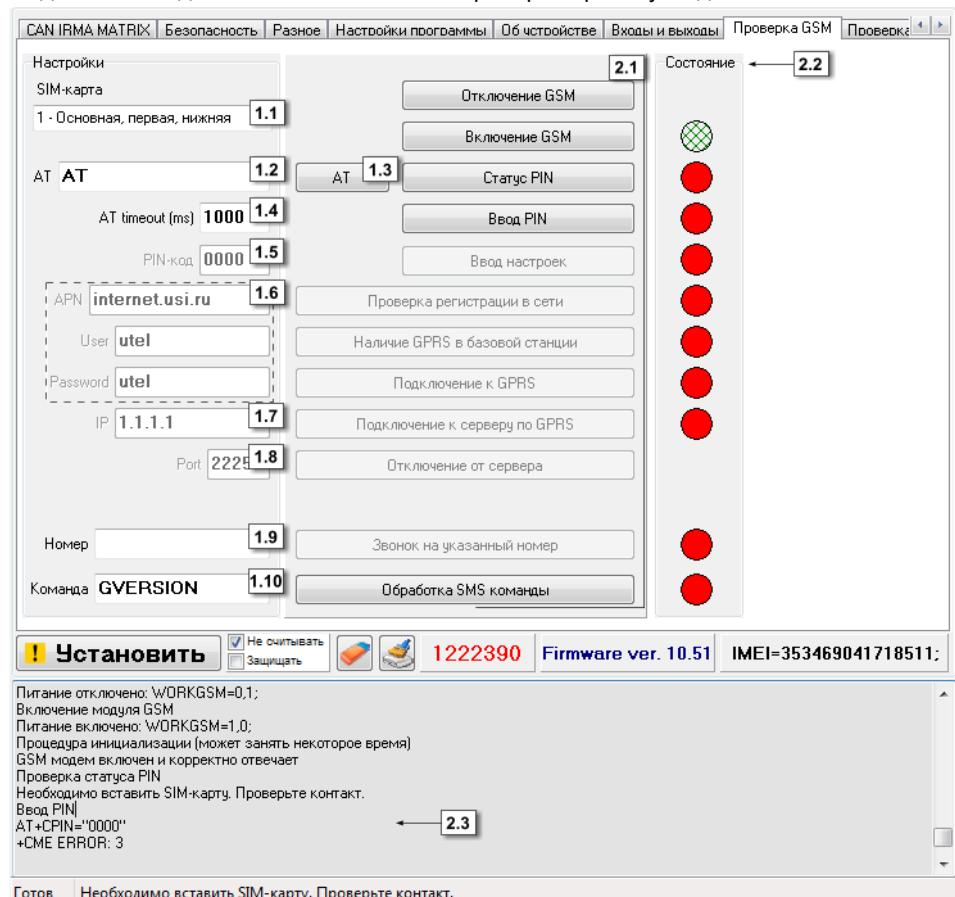

Рис.50 – Вкладка Контроль. Проверка GSM.
- 2. Проверка GSM модема терминала.** Перед началом проверки модема необходимо выбрать SIM-карту, с которой будет проверяться модем (рис.50, п.1.1).
- 2.1. Команды проверки модема** – для проверки модема нажимайте кнопки, в порядке их расположения. Обработка каждой команды занимает некоторое время. Состояние обработки команды можно отслеживать при помощи индикаторов состояния (рис.50,п.2.2) и в строке состояния (рис.50,п.2.3).
14. Выполните звонок на указанный в поле 1.9 (рис.50) номер (кнопка **Звонок на указанный номер**). При голосовом вызове светодиод «GSM» горит постоянно.
15. Проверьте работу модема с SMS командами. Введите команду в поле 1.11 (рис.50) и нажмите кнопку **Обработка SMS команд**.